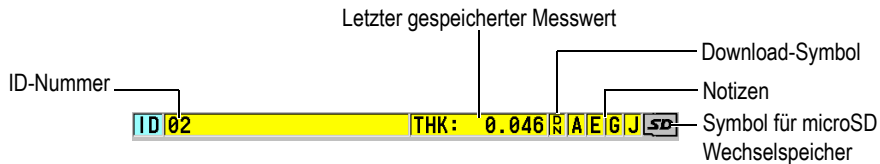

Abbildung 3-2 ID-Balken
Der ID-Balken oben am Bildschirmrand des Messfensters, zeigt die ID-Nummer des Messorts des aktiven Messwerts, den letzten gespeicherten Messwert, Notizen und Symbole an (siehe Abbildung 3-2 auf Seite 58). Die Downloadanzeige (R) erscheint, wenn die letzte gespeicherte Dicke aus einer Datei stammt, statt vom zuletzt erfassten Messwert.